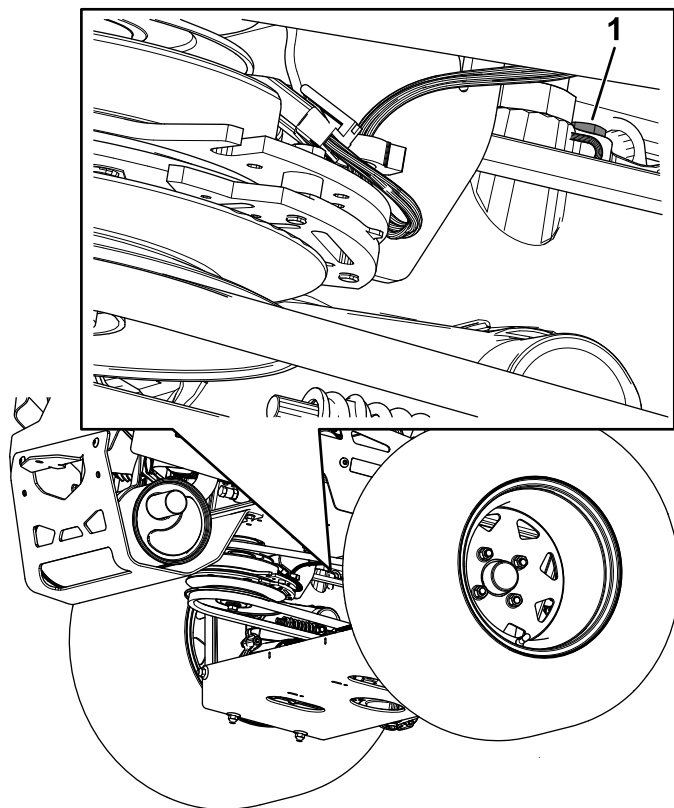

Figura 86
- **Transmisiones hidrostáticas ZT 5400:** utilice una llave de 7/16" para acceder al tapón de ventilación desde debajo de la máquina (**Figura 86**).